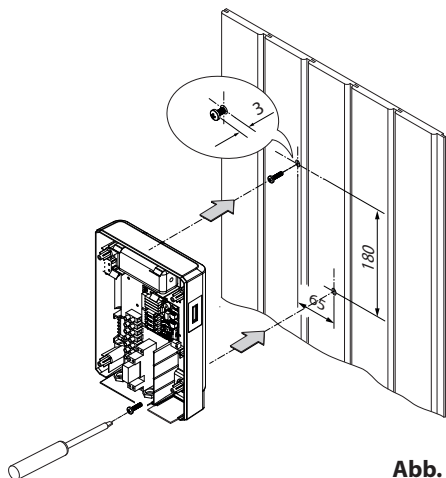

Abb. 2
- Die Bohrungen für die mitgelieferten Holzschrauben 2 x 30 mm werden entsprechend den in Abb. 2 angegebenen Maßen angebracht. Alternativ mittels Dübel in bauseitige Wand.
- In das obere mittlere Loch drehen Sie eine der Holzschrauben. An dieser Schraube wird das Lastteil eingehängt. Lassen Sie zu diesem Zweck die Schraube ca. 3 mm herausstehen (Detail in Abb. 2).
- Schrauben Sie das Gehäuseunterteil in der rechten unteren Bohrung fest an die Kabinenwand (Abb. 2).